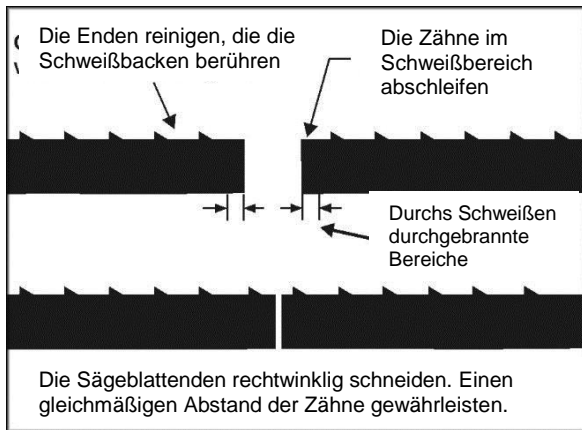

Abb. 11
3. Halten Sie das Sägeblatt so, dass es an einer Stelle geschnitten wird, wo ein möglichst gleichmäßiger Abstand der Zähne gewährleistet ist. Siehe Abb. 11.
Bei fein gezahnten Blättern kann es erforderlich sein, einen oder mehrere Zähne an beiden Seiten des Schnittes abzuschleifen, damit der Anschweißbereich des Sägeblattes gleichmäßig ist und die Zähne in gleichem Abstand verteilt sind. Siehe Abb. 11, bitte lesen Sie Abschnitt 10.5 *Blatt schleifen*.